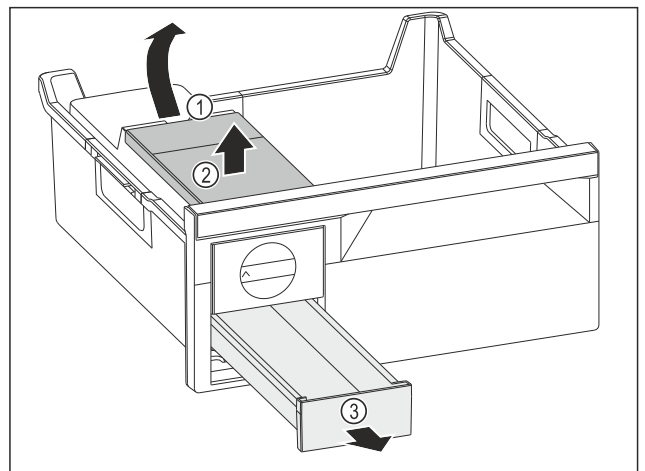

Fig. 130
- Retirer le réservoir d'eau : Soulever le réservoir d'eau hors de l'évidement Fig. 130 (1).
- Retirer le réservoir d'eau Fig. 130 (2) vers le haut.
- ▶ Retirer le compartiment à glaçons Fig. 130 (3) vers l'avant.